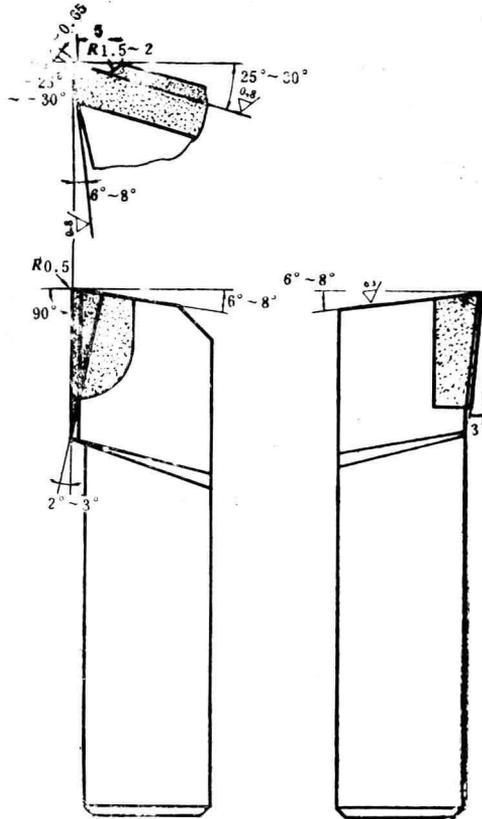

图19 90°细长轴车刀
91. 用辩证观点，分析如图19所示车刀几何参数的主要特点？